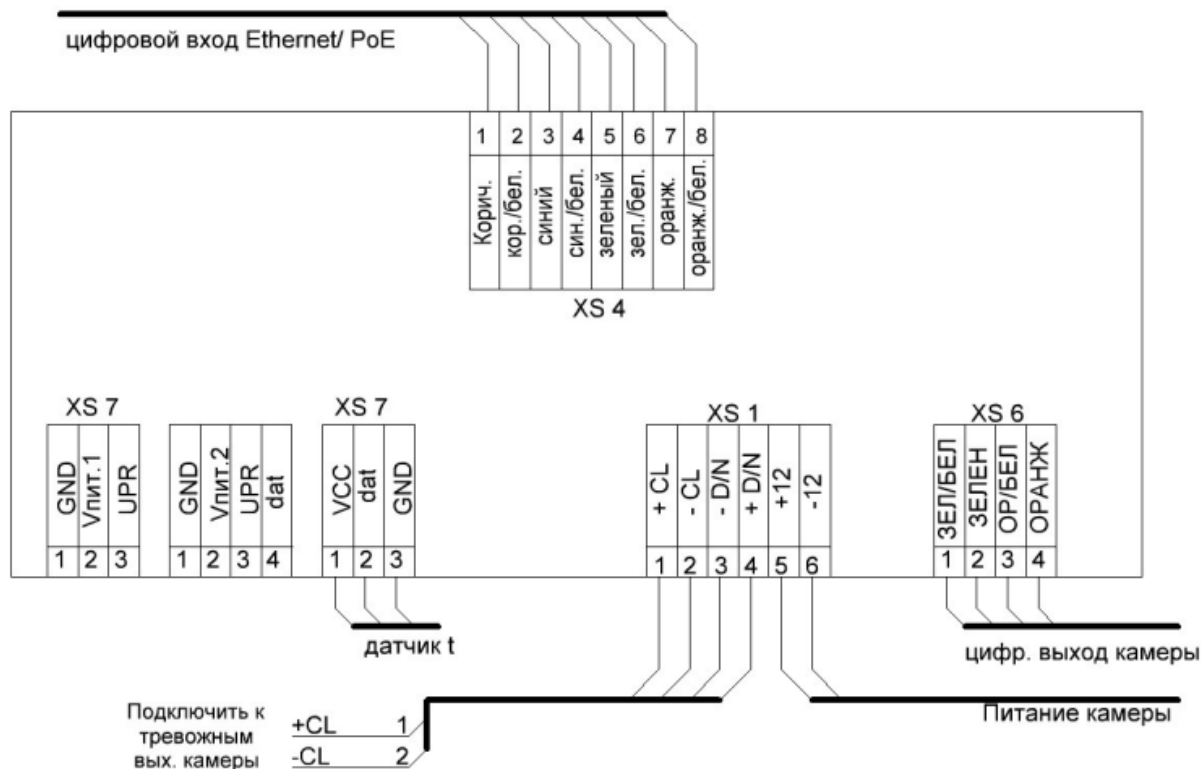
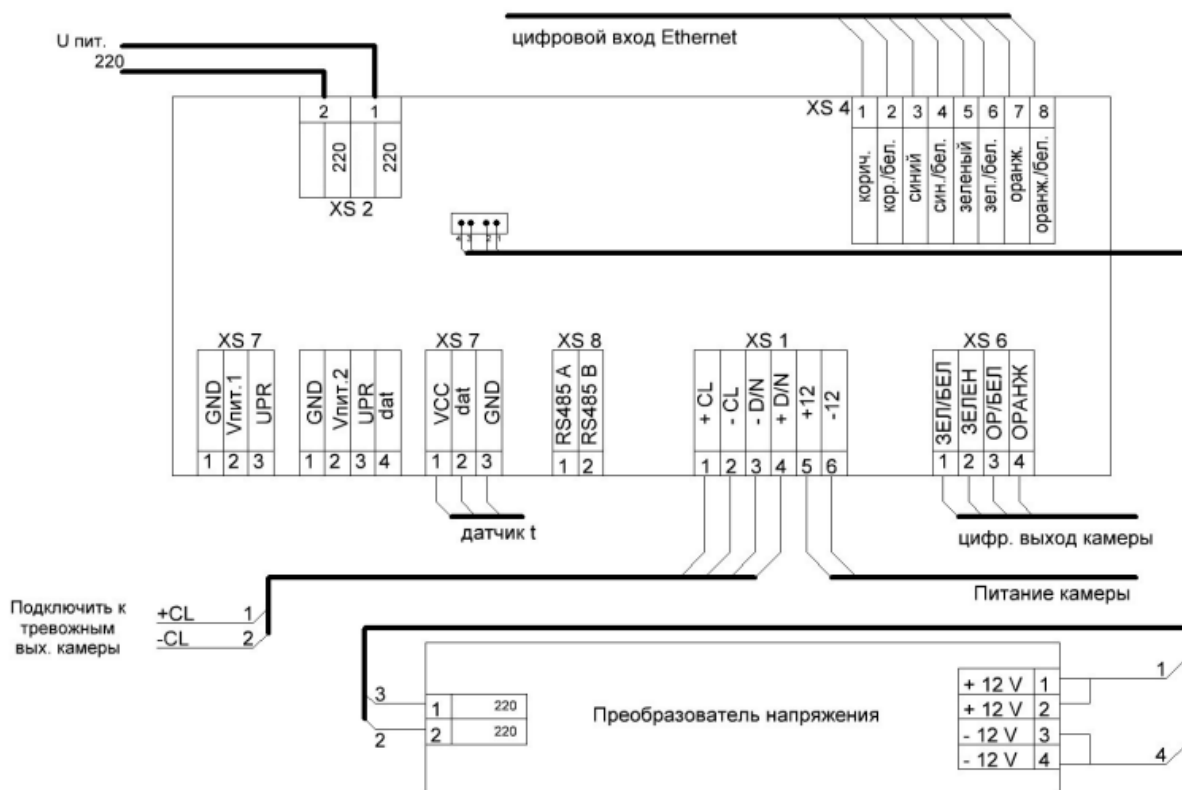
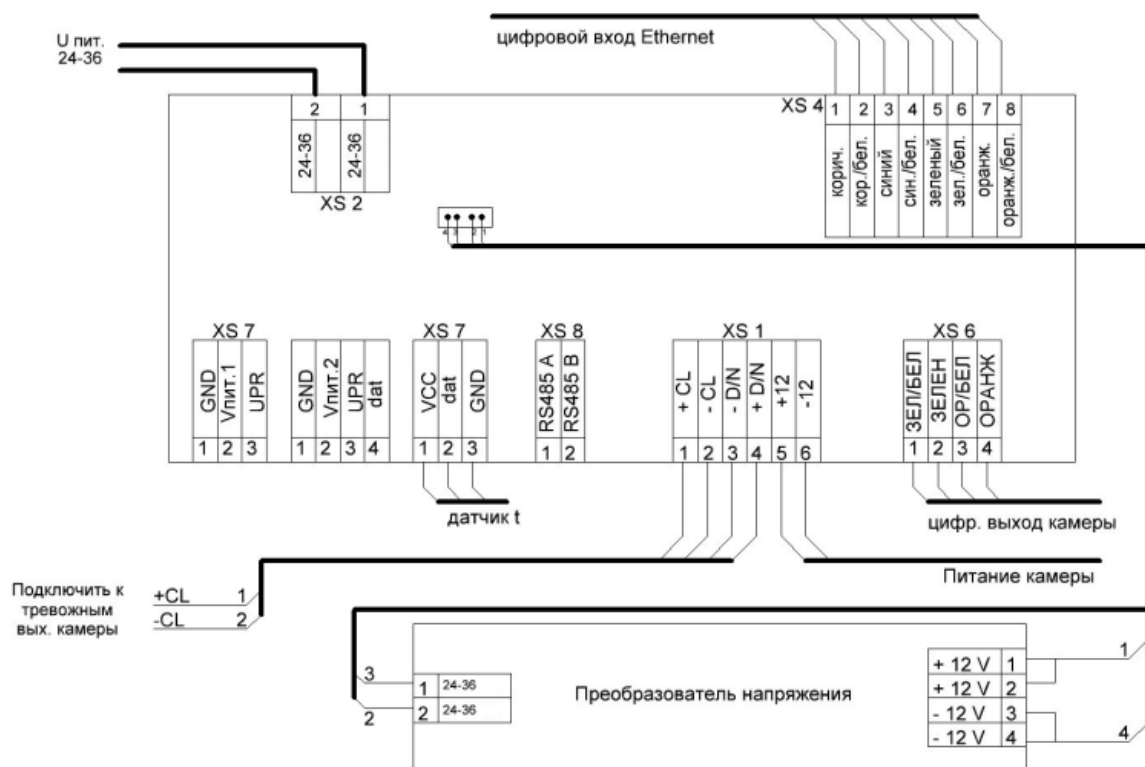
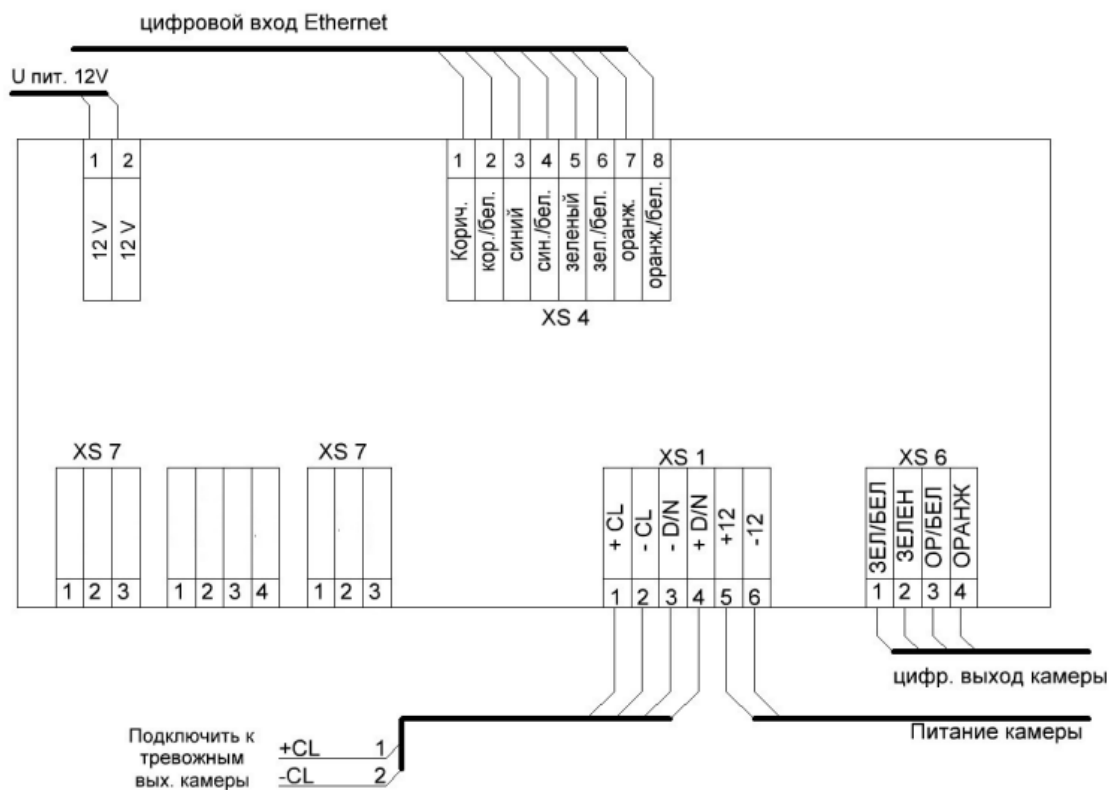

Рисунок 4.1 – Схема подключения термокожуха с напряжением питания по PoE
Рисунок 4.2 – Схема подключения термокожуха с напряжением питания 220 В переменного тока
Рисунок 4.3 – Схема подключения термокожуха с напряжением питания 24-36 В переменного и постоянного тока
Рисунок 4.4 – Схема подключения термокожуха с напряжением 12 В постоянного тока
1. Открутите болт крепления кронштейна (5) и отсоедините от него термокожух (Рисунок 4.1).
2. Определите место установки и закрепите кронштейн (6) на рабочей поверхности (Рисунок 4.1).
5. Подключите видеокамеру к электронной плате согласно схеме подключения (Рисунок 4.1, Рисунок 4.2, Рисунок 4.3, Рисунок 4.4).
11. Установите термокожух на кронштейн (6) и зафиксируйте при помощи болта (5) (Рисунок 4.1).